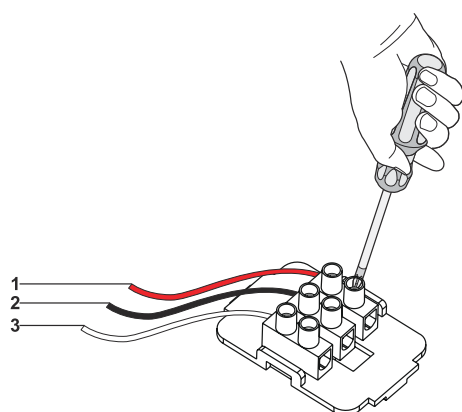

Fig. 20
- 1. ➤ **NC / COM:** När dessa 2 anslutningar används och fläkten stängs av kommer fläkten skicka en signal till den anslutna enheten (Fig. 20).
- 2. ➤ **NO / COM:** När dessa 2 anslutningar används och fläkten sätts på kommer fläkten skicka en signal till den anslutna enheten (Fig. 20).